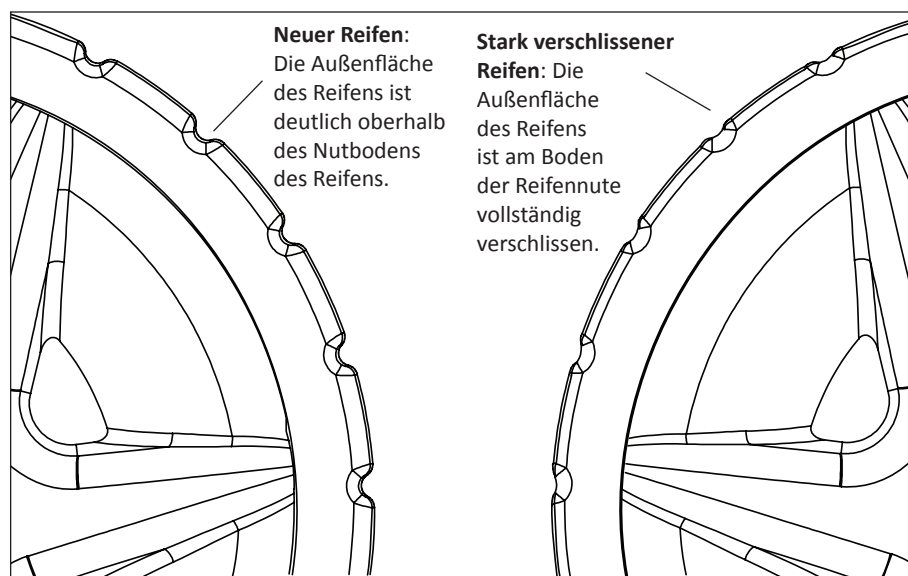

Abbildung 18: Reifenverschleiß - Vergleich
- Die Reifen sind nicht stark verschlissen. Siehe **Abbildung 18** auf der nächsten Seite.
Nach längerer Verwendung müssen die Gummiräder des selbstansaugenden S5™-Poolreinigers möglicherweise ausgetauscht werden. Wenn die Reifen bis auf die Nute abgerieben sind, müssen die Reifen ausgetauscht werden. Siehe Abbildung 18.